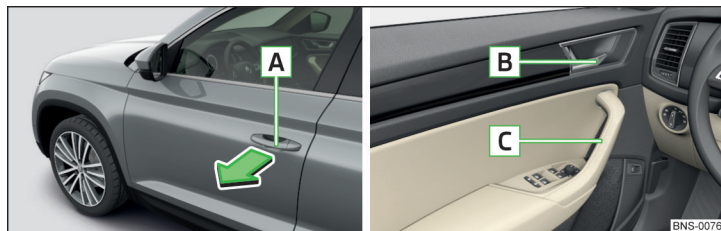

Abb. 55 Türgriff/Türöffnungshebel
- » Zum **Öffnen von außen** das Fahrzeug entriegeln und am Türgriff **A** in Pfeilrichtung ziehen » Abb. 55.